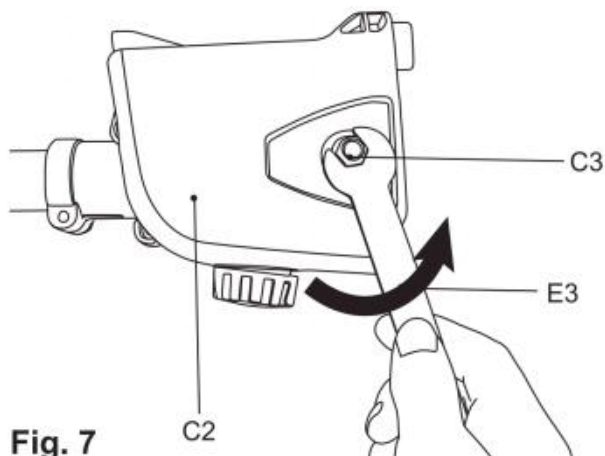

Fig. 7
3) Die Sicherungsmutter (C3) mit dem Montageschlüssel (E3) gegen den Uhrzeigersinn lösen und anschließend die Seitenabdeckung (C2) abnehmen. (Abb. 7)